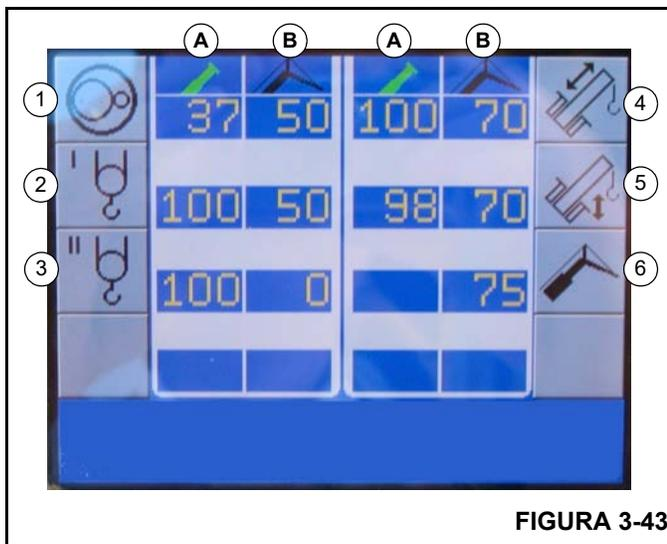

FIGURA 3-43
Los símbolos de la pluma principal (A) o de la pluma con extensión (B) (Figura 3-43) para la operación actual serán de color verde e indicarán la configuración activa. Para utilizar la extensión de la pluma, el símbolo (6) debe estar activo, presione el botón F7.